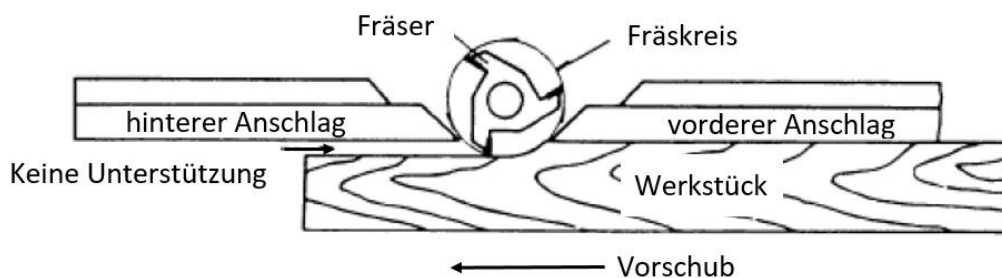

Abb.6-14: Entfernung einer gesamten Kante
2. Wenn der Fräsvorgang die gesamte Kante des Werkstücks entfernt (z. B. beim Fügen oder Herstellen einer vollen Wulst), wird die geformte Kante nicht durch den hinteren Anschlag gestützt, wenn beide Anschläge in einer Linie sind, wie in Abbildung 6-14. In diesem Fall muss das Werkstück in die in Abbildung 6-14 gezeigte Position vorgeschoben und angehalten werden.